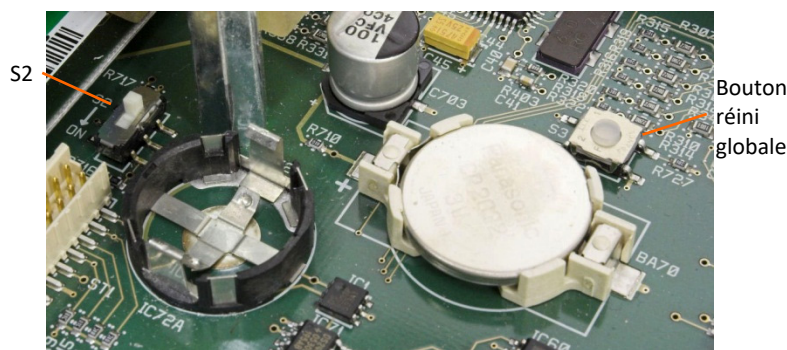

Figure 3-46 : Carte principale, emplacement du bouton de réinitialisation globale
- Deux types de réinitialisation globale sont possibles, en fonction de la position du commutateur S2 (illustré en position OFF sur la Figure 3-46) : Une réinitialisation totale, y compris les données de configuration de balance significatives d'un point de vue de métrologie légale et une réinitialisation qui conserve les données de la balance.